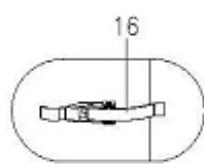

Abb. 3
**SCHRITT 8:** 3 Stützen am Fuß befestigen. (Detail Abb. G) Nägel oder Bolzen verwenden, abhängig vom Terrassenboden, um den Fuß am Boden zu befestigen. (Siehe Abb. 3)